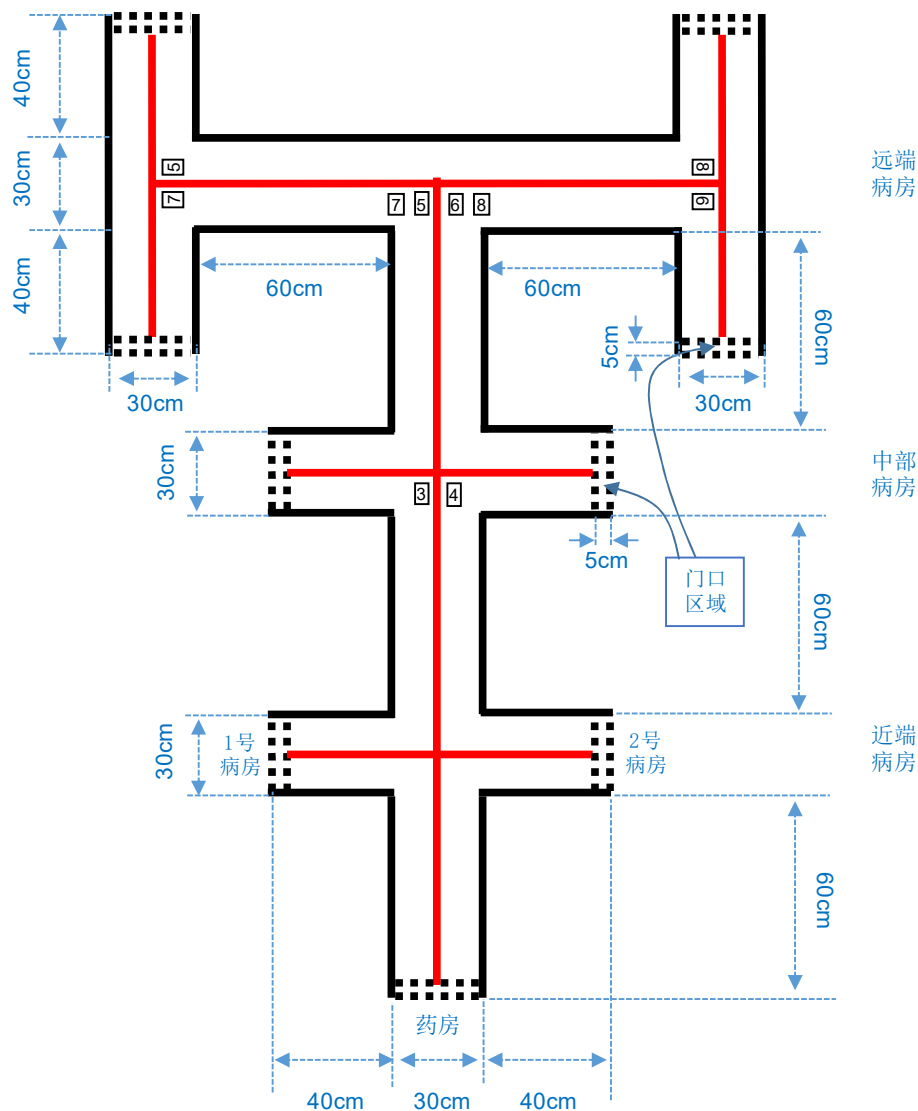

图 1 院区结构示意图
设计并制作智能送药小车，模拟完成在医院药房与病房间药品的送取作业。院区结构示意图如图 1 所示。院区走廊两侧的墙体由黑实线表示。走廊地面上画有居中的红实线，并放置标识病房号的黑色数字可移动纸张。药房和近端病房号（1、2 号）如图 1 所示位置固定不变，中部病房和远端病房号（3-8 号）测试时随机设定。
(1) 院区可由铺设白色亚光喷绘布制作。走廊上的黑线和红线由喷绘或粘贴线宽约为 1.5cm~1.8cm 的黑色和红色电工胶带制作。药房和病房门口区域指其标线外沿所涵盖的区域，其标线为约 2cm 黑白相间虚线。图 1 中非黑色、非红色仅用于识图解释，在实测院区中不出现。
(2) 标识病房的黑色数字可在纸张上打印，数值为 1-8，每个数字边框长宽为 8cm×6cm，将“数字字模.pdf”文件按实际大小打印即可；数字标号纸张可由无痕不干胶等粘贴在走廊上，其边框距离实线约 2cm；图 1 中标识远端病房的两个并排数字边框之间距离约 2cm。
(3) 小车长×宽×高不大于 25cm×20cm×25cm，使用普通车轮（不能使用履带或麦克纳姆轮等特殊结构）。两小车均由电池供电，小车间可无线通信，外界无任何附加电路与控制装置。
(4) 作品应能适应无阳光直射的自然光照明及顶置多灯照明环境，测试时不得有特殊照明条件要求。
(5) 每项测试开始时，只允许按一次复位键，装载药品后即刻启动运送时间计时，卸载药品后即刻启动返回时间计时。计时开始后，不得人工干预。每个测试项目只测试一次。
(6) 小车于药房处识别病房号的时间不超过 20s。发挥部分 (1) 中自选暂停点处的小车 2 与小车 1 的车头投影外沿中心点的红实线距离不小于 70cm。
(7) 有任何一个指示灯处于点亮状态的小车必须处于停止状态。两小车协同运送过程中不允许在同一走廊上错车或超车。
(8) 测试过程中，小车投影落在黑实线上或两小车碰撞将被扣分；小车投影连续落在黑实线上超过 30cm 或整车越过黑实线，或两小车连续接触时间超过 5s，该测试项计 0 分。
(9) 参赛者需自带 2 套数字标号纸张，无需封箱。